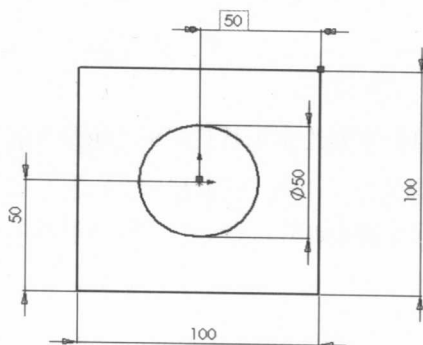

图1.13
- (6) 使用相同的方法标注并修改剩下的尺寸，如图1.13所示。一个简单的草图绘制完成，下面以此为基础完成一个三维零件。